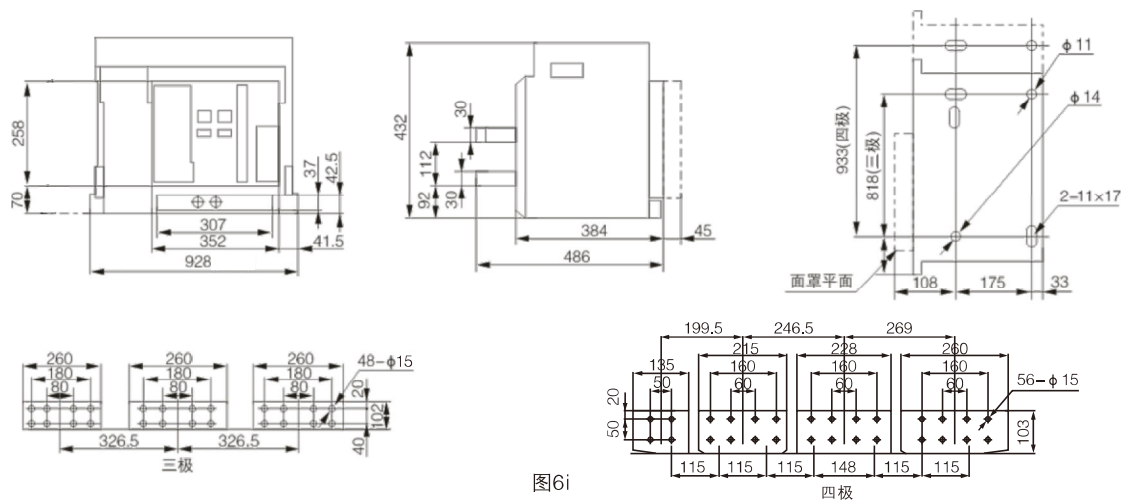

图6i
• CFW45-6300/6300A抽屉式断路器三极、四极安装，外形尺寸(见图6i)